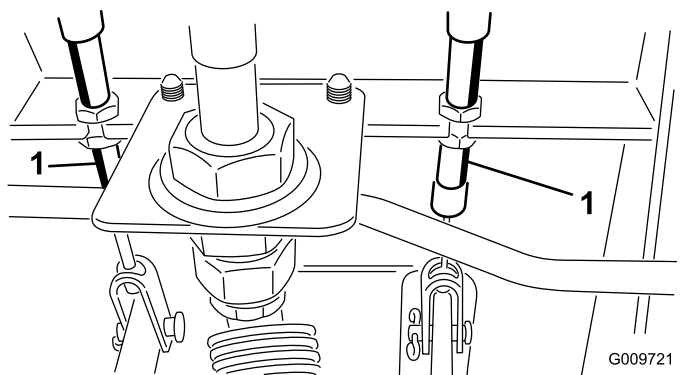

Figura 92
- A. Desaperte a porca dianteira na extremidade roscada do cabo do travão (Figura 92).